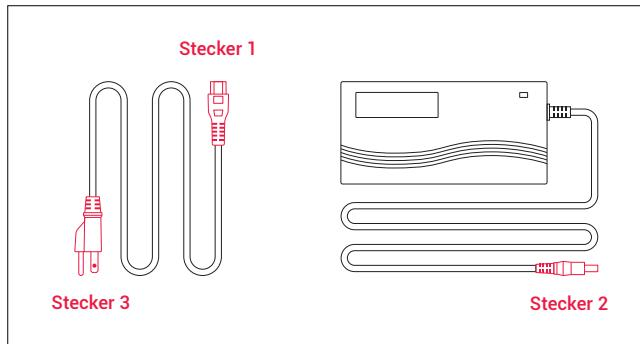

Abbildung 8
**Schritt 2:** Bauen Sie das Ladegerät wie in Abbildung 8 (Seite 30 ) gezeigt zusammen, indem Sie den Stecker (Stecker 1) in den Transformator stecken.